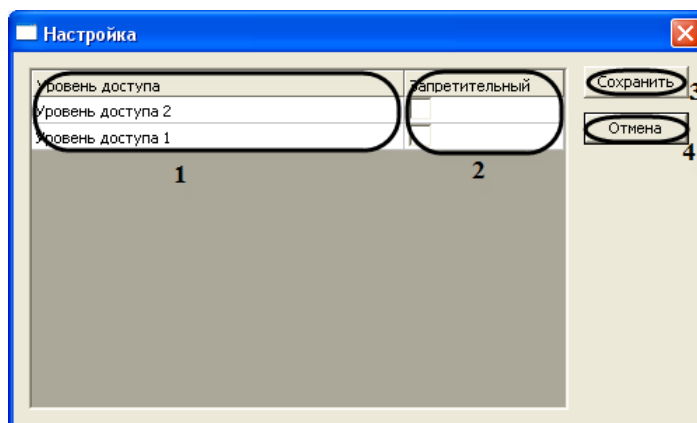

Рис. 3.3—8 Настройка уровней доступа
Примечание. В столбце **Уровень доступа** отображаются уровни доступа, созданных в программном комплексе Интеллект (см. Рис. 3.3—8, 1).
3. Для запрета уровня доступа необходимо установить флажок в соответствующей ячейке столбца **Запретительный** (см. Рис. 3.3—8, 2).